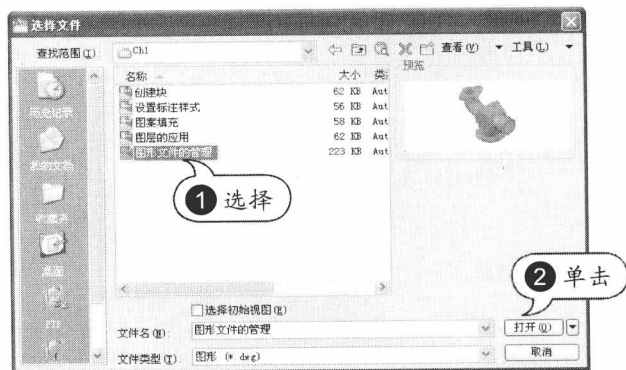

图 1-7 打开图形
STEP 07 打开图形。在快速访问工具栏单击“打开”按钮，打开“光盘\实例文件\原始文件\Ch1\图形文件的管理.dwg”文件，如图 1-7 所示。